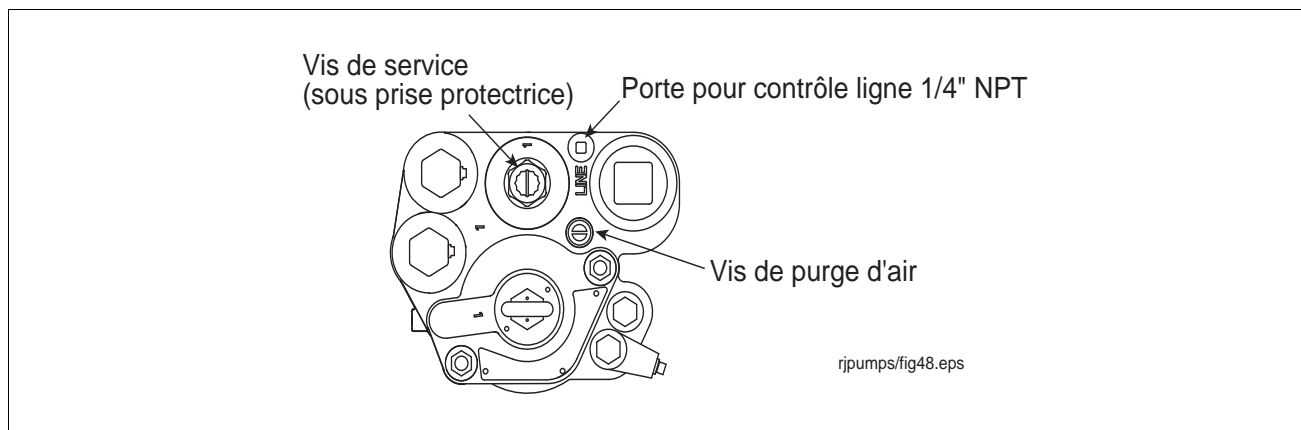

Figure 50. Disposer l'attache de la ligne de contrôle de la pompe
- On peut aussi observer la pression à l'aide d'une jauge fixée sur la valve d'impact ou sur l'attache de la ligne de contrôle de la pompe (voir Figure 50).
2. Retirer et conserver la prise protectrice placée sur la vis de service et tourner la vis dans le sens des aiguilles d'une montre (voir Figure 50). Lorsque la vis approche de la position finale, on entend le système se dépressuriser. Continuer à tourner la vis jusqu'à ce qu'elle ne puisse aller plus loin. Lorsque la vis est en bout de course, dévisser de 4 tours pour relever le clapet de non-retour et laisser le carburant s'écouler dans les cavités hydrauliques du collecteur. Lorsque la vis est quasiment relevée, le clapet de non-retour revient sur sa position.
3. Retirer la prise de l'attache de la ligne de contrôle (voir Figure 50) et fixer la jauge.
4. Ouvrir la vis de purge d'air de 2 - 3 tours dans le sens inverse des aiguilles d'une montre (voir Figure 50).
2. Retirer et conserver la prise protectrice placée sur la vis de service et tourner la vis dans le sens des aiguilles d'une montre (voir Figure 50). Lorsque la vis approche de la position finale, on entend le système se dépressuriser. Continuer à tourner la vis jusqu'à ce qu'elle ne puisse aller plus loin.